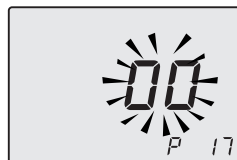

Figura 5.38
- Scorrere i vari parametri utilizzando i tasti 18 o 19 fino a far apparire sul display LCD le lettere **P17** e il valore del parametro, indicanti l'entrata nel "parametro 17" (Figura 5.38).